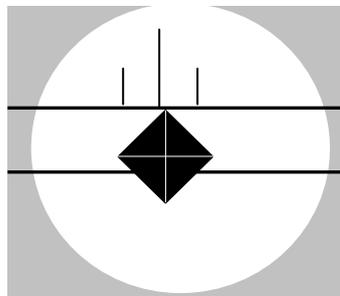

Abbildung 5-12 Bewegung der oberen Linie zur oberen Spitze
8. Drehen Sie das Okular um 90° im Uhrzeigersinn. Betrachten Sie das Bild durch das Okular. Die dünnen Linien sind nun Horizontal gegenüber der zweiten Diagonalen. (Siehe Abbildung 5-12)
9. Drehen Sie die kleine Verstellerschraube des Messmikroskop um die obere Linie nach oben Richtung der Spitze des Eindrucks zu bewegen, wie Abbildung 5-12 zeigt. Dieser Vorgang wird beide Linien gleichzeitig bewegen